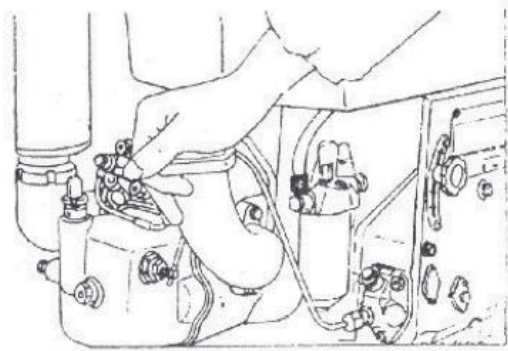

Fig. 8 Um método de parada de emergência. Bloquear o tubo de entrada do motor
- ✓ Em condições particulares, quando a parada de emergência é necessária, é recomendável soltar quaisquer conexões do tubo de combustível de alta pressão ou usar uma estopa ou toalha disponível para boquear a entrada do filtro de ar. O motor também pode ser parado colocando o dispositivo de descompressão em ação (Fig.8).